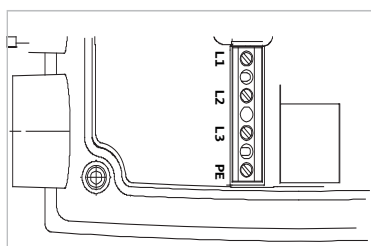

Fig. 20 : Bornes de raccordement au réseau
- Bornes de raccordement au réseau (fig. 20)